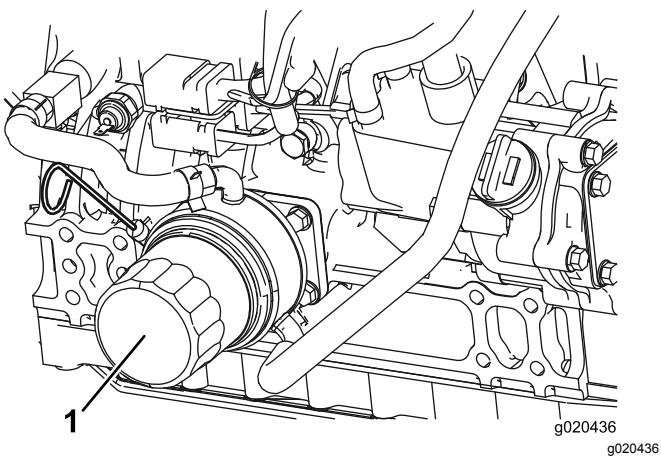

Figura 76
2. Togliete il filtro dell'olio (Figura 76). Applicate un velo di olio pulito sulla tenuta del nuovo filtro prima di avvitarla. **Non serrate troppo.**